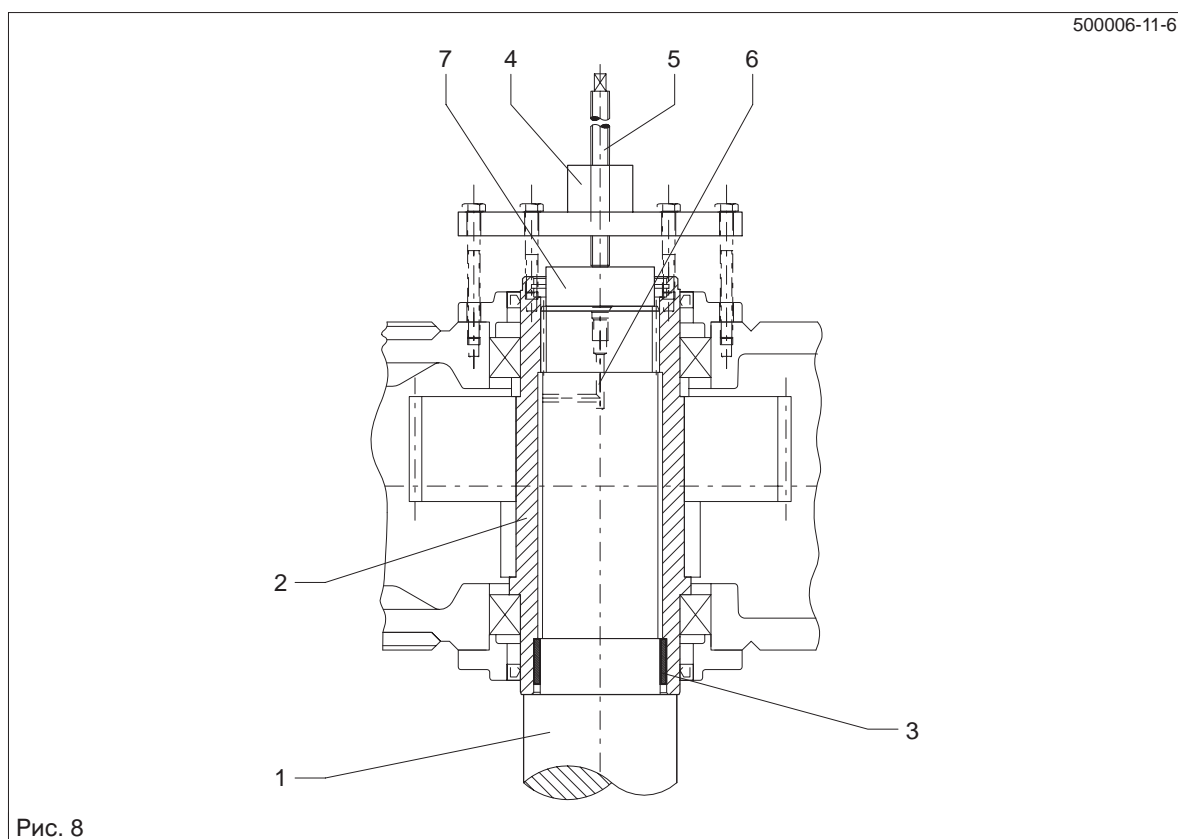
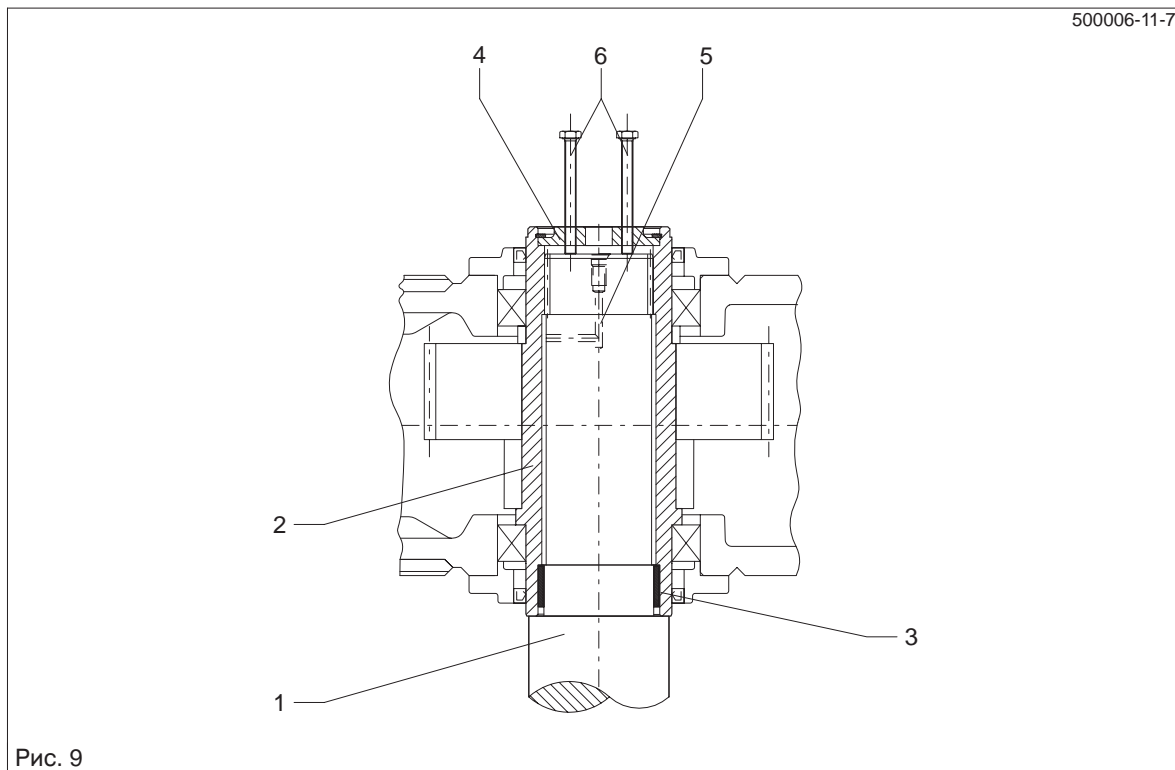

Рис. 8
Рис. 9
- Отжатие передачи от машинного вала может быть выполнено по возможности на месте при помощи отжимного винта на концевом диске (см. рис. 9), центральным ходовым винтом или, предпочтительнее всего, гидравлическим агрегатом Лукаса.
- После достаточного действия растворителя снять передачу при помощи устройства согласно рис. 8 или рис. 9.
Внимание! Если при этом, как показано на рис. 8, опора не только на полый вал, но и имеется дополнительное объединение с кожухом, силы отжима не должны превышать значений, приведенных в приведенной ниже таблице.